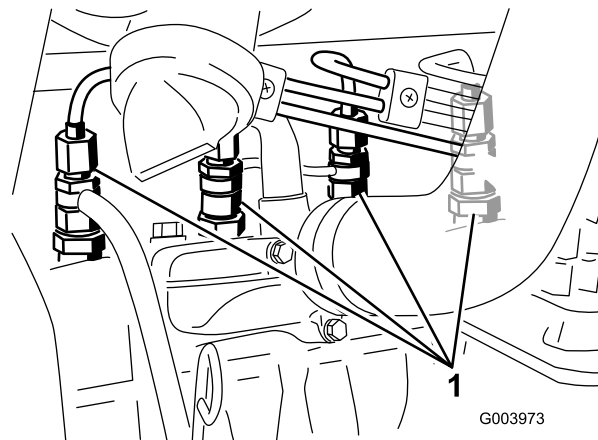

図 49
1. 燃料噴射ポンプの No. 1インジェクタ・ノズル（図 49）へのパイプ接続部をゆるめる。